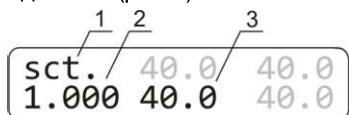

Рисунок 2. Дисплей в режиме калибровки:
- 6.2 Для смены калибровочного коэффициента держите нажатой кнопку **TIME RUN/STOP** больше 8 с для входа в калибровочный режим. Калибровочный коэффициент появится на дисплее (рис. 2).
- 6.3 **Восстановление заводских установок.** Чтобы восстановить заводские установки, с помощью кнопок Δ и $\nabla T, ^\circ C$ установите значение коэффициента 1.000, как показано на рис. 2/1. Нажмите кнопку **RPM RUN/STOP** один раз, чтобы сохранить изменения и выйти из режима калибровки.
- 6.4.5 Держите нажатой кнопку **TIME RUN/STOP** больше 8 с для входа в калибровочный режим (рис. 2).